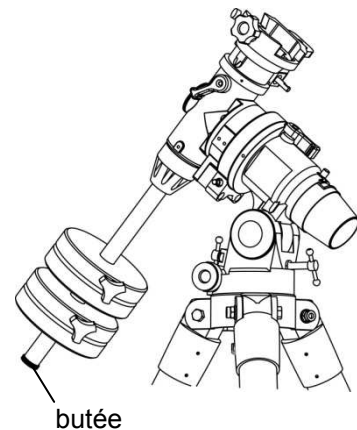

Fig. 6
- 1.4.4. Revissez la butée en bout de barre (fig. 6).